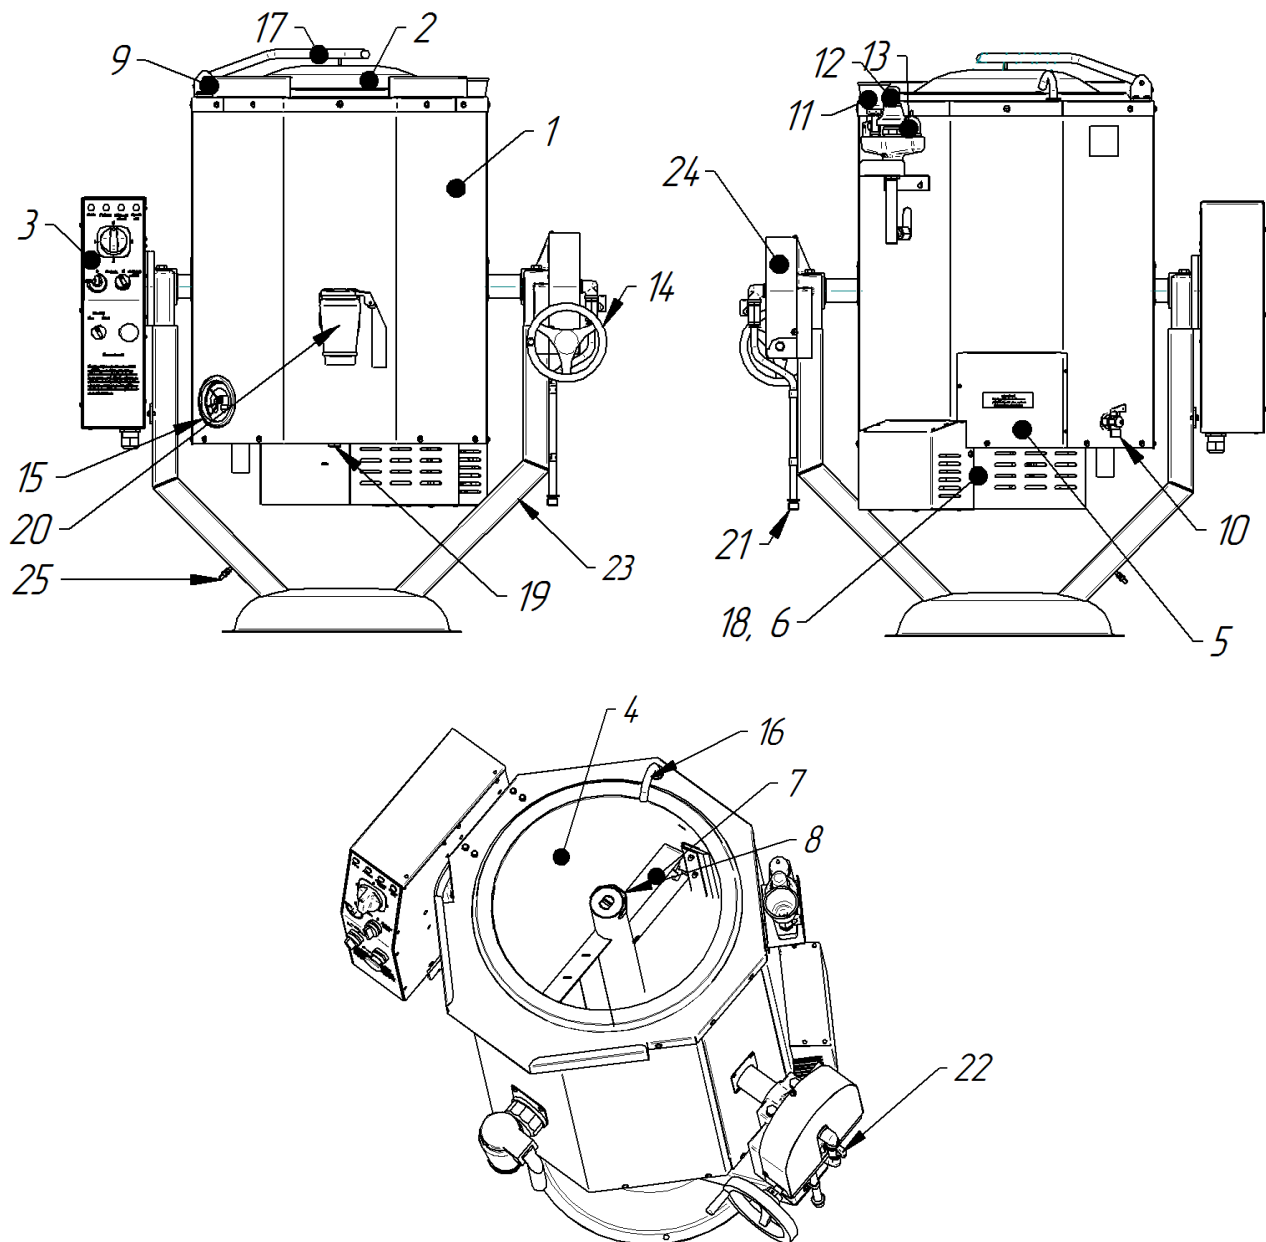

Рис. 1. Устройство котла
Устройство котла приведено на рис. 1.
- варочного сосуда с защитными панелями (рис. 1 поз. 1);
- миксера (рис. 1 поз. 7) со съемными скребками (рис. 3);
- рамы варочного сосуда (рис. 1 поз. 23);
- крышки (рис. 1 поз. 2);
- панели управления (рис. 1 поз. 3);
- ручного механизма (рис. 1 поз.24).
Снизу к «рубашке» крепится электродвигатель с редуктором (рис. 1 поз. 6 и рис. 1 поз. 18). Миксер (рис. 1 поз.7) соединяется с редуктором через вал.
Миксер и скребки для перемешивания продукта в варочном сосуде съемные. Для извлечения миксера необходимо поднять фиксатор крепления (рис. 1 поз. 8) и снять миксер с вала привода. Миксер в рабочее положение устанавливается в обратной последовательности. Скорость вращения миксера и направления движения миксера задается с панели управления котла (см. рис. 2). Работа миксера дополнительно контролируется положением крышки котла – миксер работает только при закрытом положении крышки котла. Для определения положения крышки на вале крышки установлен магнит. Напротив магнита, за облицовкой котла, установлен магниточувствительный датчик. Для визуального контроля положения крышки котла на панели управления предусмотрена световая сигнализация «Крышка котла» (см. рис. 2. поз .3).
Для уменьшения выхода пара и для заправки продукта в котел оснащен крышкой (рис. 1 поз. 2). Для фиксации крышки котла в открытом положении предусмотрен фиксатор с ручкой (рис 1. поз. 9). Для закрытия крышки котла необходимо удерживая ручку крышки котла потянуть ручку фиксатора и закрыть крышку.
На задней стенке котла установлен кран контроля уровня воды в «рубашке» (рис. 1 поз.10) и предназначен для ручного контроля верхнего уровня воды в «рубашке».
Для полного слива воды из «рубашки», при технологическом обслуживании, на основании варочного котла имеется патрубок закрытая резьбовой заглушкой G1/2 (рис. 1 поз. 19).
Расположенная на задней стенке котла стойка контрольно-заливная арматура состоит из заливной воронки с краном (рис. 1 поз. 11), предохранительного клапана высокого давления (рис. 1 поз. 12) и предохранительного клапана низкого давления (вакуумного) (рис. 1 поз. 13).
По специальному заказу котел может поставляться со сливным краном (рис. 1 поз. 20). Сливной кран предназначен для слива только жидкого продукта из варочного сосуда.
Для контроля давления в пароводяной «рубашке» предусмотрен электроконтактный манометр (рис. 1 поз. 15). При давлении в «рубашке» выше значения верхней уставки ТЭНы отключаются. При снижении давления в «рубашке» до уставки нижнего значения уставки на электроконтактном манометре ТЭНы вновь включаются. Электроконтактный манометр расположен на передней стенке и настроен на верхнее рабочее давление $0,60$ кгс/см² и нижнее рабочее давление $-0,45$ кгс/см².
Ручной механизм управления положением варочного сосуда установлен на правой стойке рамы (рис. 1 поз. 24). При вращении штурвала (рис. 1 поз. 14) по часовой стрелке варочный сосуд наклоняется вперед. При вращении штурвала против часовой стрелки варочный сосуд переводится в вертикальное положение.
- распаковать заливную воронку и установить ее на кран (рис. 1 поз.11);
Подключить котел к системе центрального водоснабжения через штуцер G1/2 (рис. 1 поз. 21). Давление воды в водопроводной системе должно быть (100...859) кПа. Концентрация хлора должна быть не более 0,2мг/л. и концентрация хлоридов не более 80мг/л. Жесткость воды не должна превышать 7 немецких градусов.